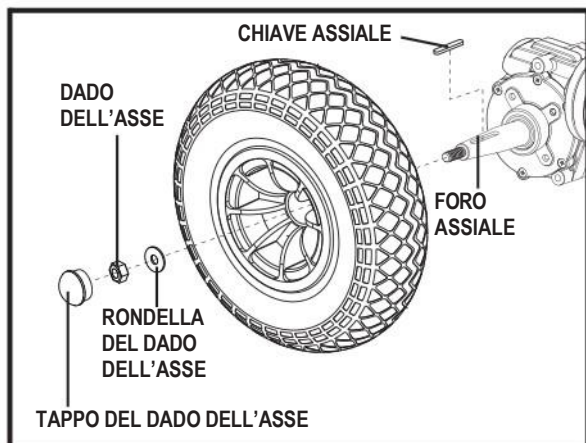
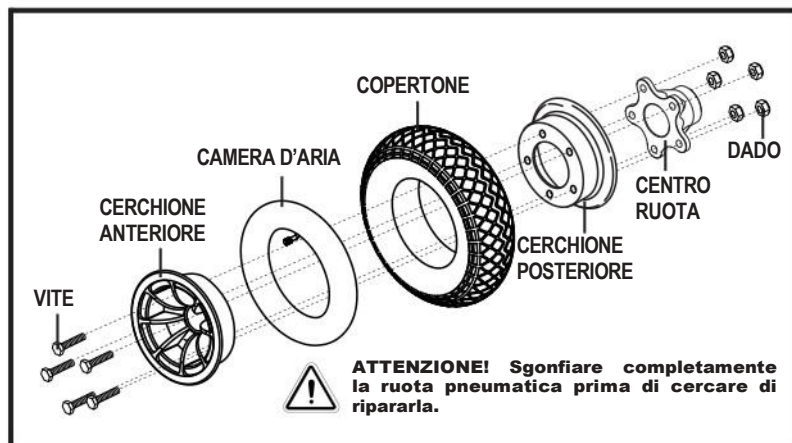

Figura 27. Ruota Motrice della Maja
Figura 28. Ruota Motrice smontata della Maja
4. Rimuovere il tappo del dado dell'asse, il dado e la rondella dal perno della ruota. **Vedere figura 27.**
6. Rimuovere i cinque (5) dadi Nylock dall'interno dal centro ruota.
7. Rimuovere le viti e separare il bordo anteriore e posteriore. **Vedere figura 28.**
9. Reinstallare le viti attraverso le due metà dei bordi e il centro ruota. Stringere i cinque (5) dadi Nylock all'interno del centro ruota.
4. Spingere indietro il vassoio della batteria. **Vedere figura 28.**
8. Sostituire con batterie nuove all'interno del pacco batterie. **Vedere figura 28.**
11. Riportare a posto il vano batterie e reinstallare gli accessori di fissaggio. **Vedere figura 28.**